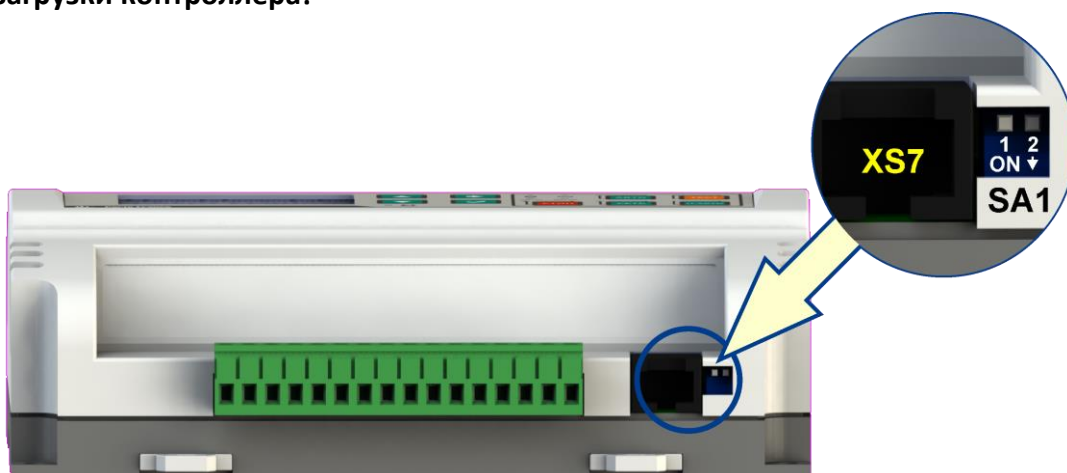

Рис. 5.24. Разъём XS7 и группа переключателей SA1 коммуникационного порта
SMS пароль используется в SMS командах (п. 5.11.2.1) для управления контроллером посредством GSM модема (п. 5.11.2), который может быть подключен к внешнему порту контроллера (разъём XS7, рис. 5.24). Для изменения пароля необходимо сначала ввести текущий пароль (рис. 5.20, а), используя кнопки **[БОЛЬШЕ]** или **[МЕНЬШЕ]**, и подтвердить его нажатием кнопки **[ОК]**, а затем необходимо ввести новый пароль (рис. 5.20, б) и нажать кнопку **[ОК]**. Начальный пароль по умолчанию - 0000.
Обмен данными контроллера с внешними устройствами осуществляется через коммуникационный интерфейс RS-485 (разъём XS7, рис. 5.24, табл. 6.4). Настройки коммуникационного порта определяются параметрами P100 - P103, а тип подключаемого устройства, протокол или сервис определяется параметром P104 в том случае, если переключатель SA1.2 (рис. 5.24, табл. 5.12) находится в верхнем положении (OFF). Если же переключатель SA1.2 находится в нижнем положении (ON), то настройки коммуникационного порта будут соответствовать параметрам по умолчанию, независимо от значений параметров P100 - P104 (табл. 5.10).